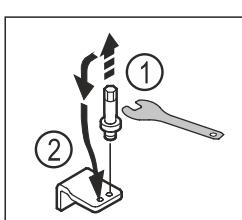

Fig. 13
- Відкрутіть болт нижнього опорного кронштейна за допомогою шестигранного ключа SW5. Fig. 13 (1)
- Вставте болт із протилежного боку. Fig. 13 (2)